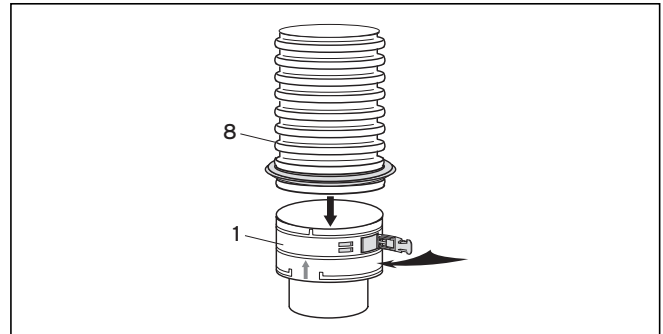

Рис. 4.29 Вставной элемент с гибким дымоходом
- Порядок действий аналогичен порядку монтажа вставного элемента (см. рис. 4.29).